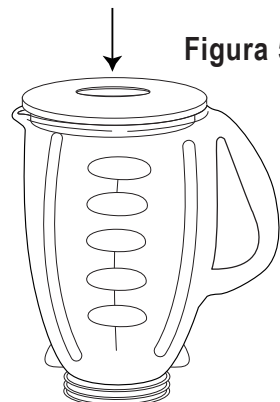

Figura 5
- Não retire a Tampa com o eletrodoméstico em funcionamento. Retire a Tampa de Alimentação para colocar ingredientes pequenos. (Figura 5)